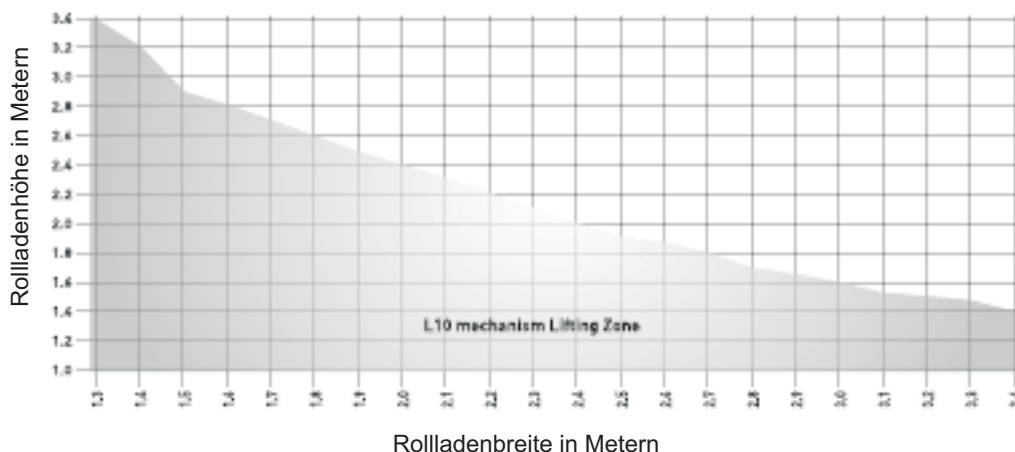

Abb.6.1
**Hinweis: Stellen Sie sicher, dass sich der Rollladen innerhalb der zulässigen Werte der Zugkrafttabelle (Abb. 6.1.) befindet!**